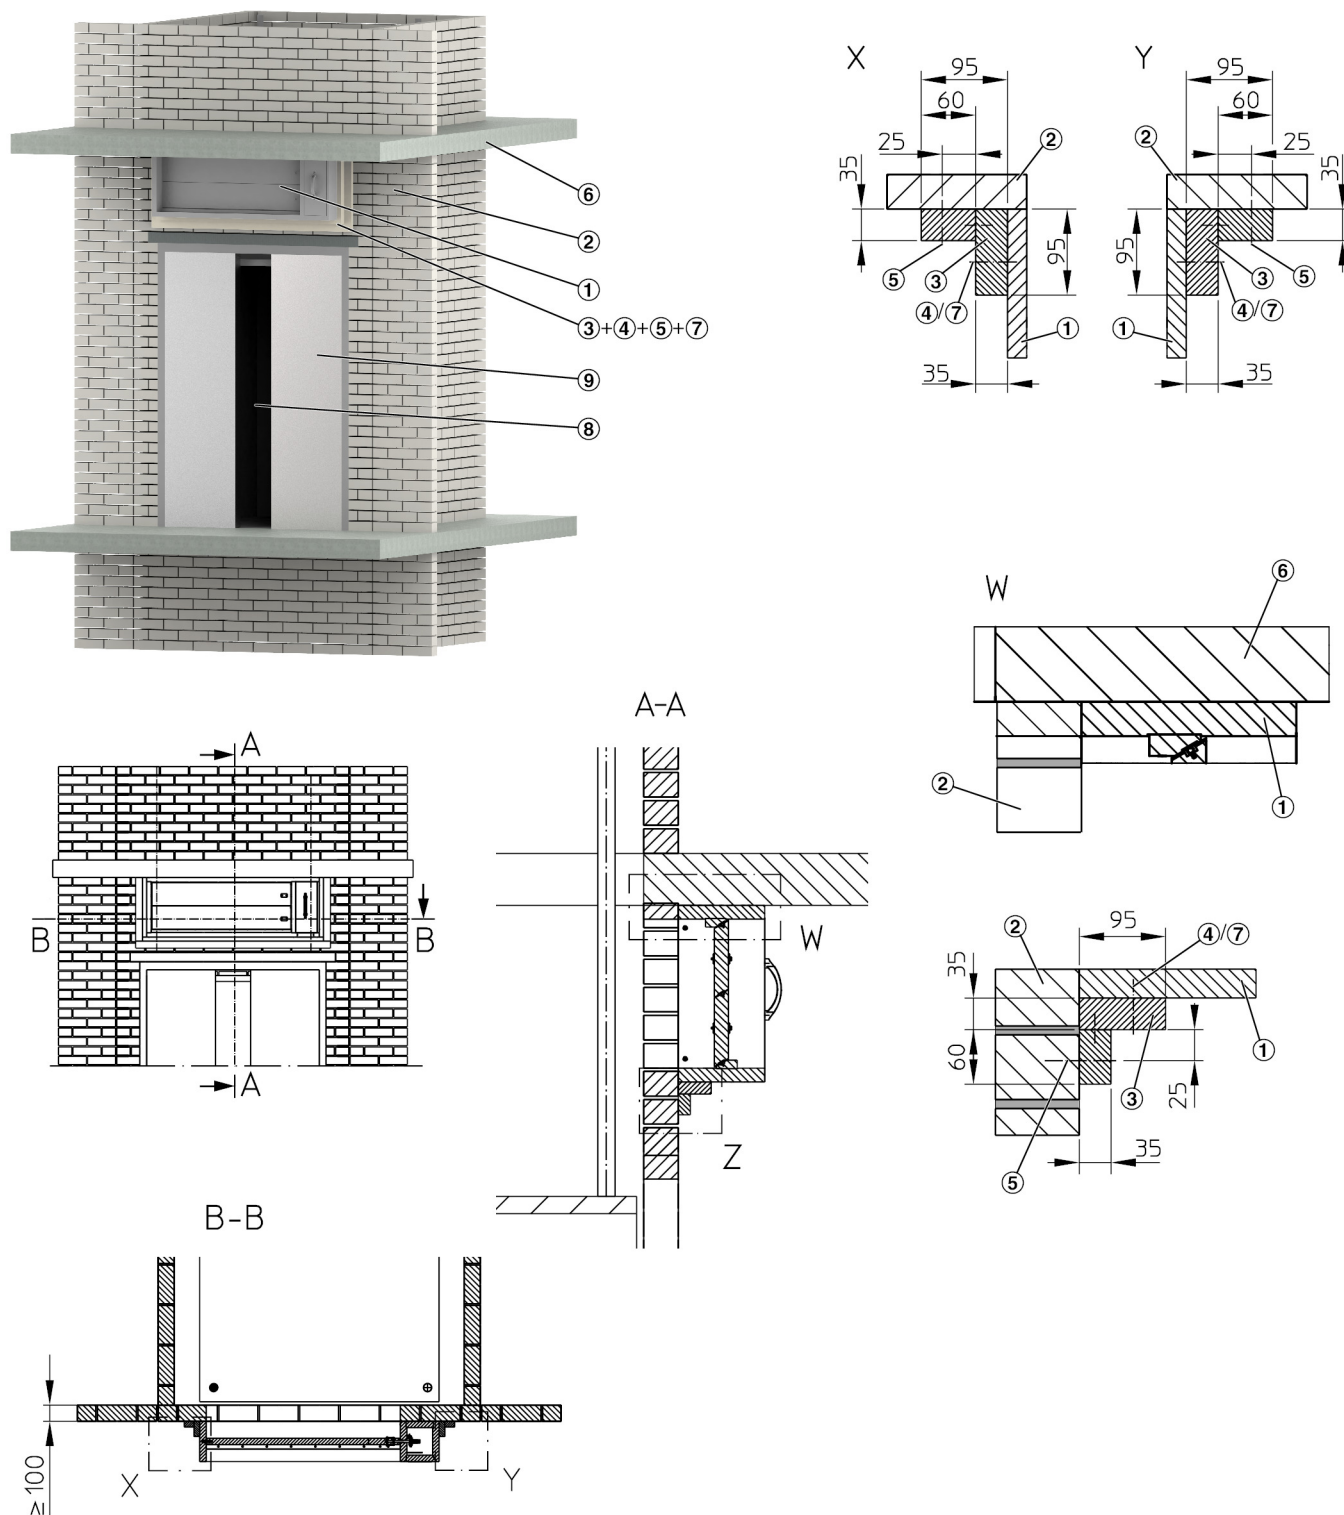

Abb. 25: Trockeneinbau an massiver Schachtwand (Feuerwehraufzug)
2. ▶ Riegel ( Abb. 25 /3) herstellen und an der unteren Seite der Entrauchungsklappe vormontieren.
Riegel an den Stossstellen ( Abb. 25 /2) untereinander und am Gehäuse verkleben (z. B. K84, Promat oder gleichwertig) und am Gehäuse der Entrauchungsklappe mit Schnellbauschrauben  $4 \times 70$  mm verschrauben (mit  $\varnothing 3$  mm vorbohren), Schraubabstand  $\leq 200$  mm.